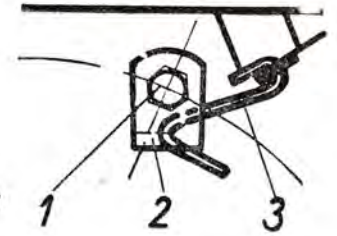

Abb. 147
16. Die Mutter M 10 der Schraube M 10 \times 35, die den Kotflügel an den Flansch der Hinterachsbuchse befestigt, ist abzuschrauben. Auf die Schraube ist der linke Planenhalter (Abb. 147/2) und eine elastische Unterlagscheibe aufzuziehen und mit der Mutter M 10 (Abb. 147/1) ist die Schraube sorgfältig festzuziehen. In gleicher Weise ist bei der Montage des rechten Planenhalters vorzugehen.
17. Die Dichtungsplane ist mit Haken (Abb. 147/3) an die Planenhalter anzuhängen.